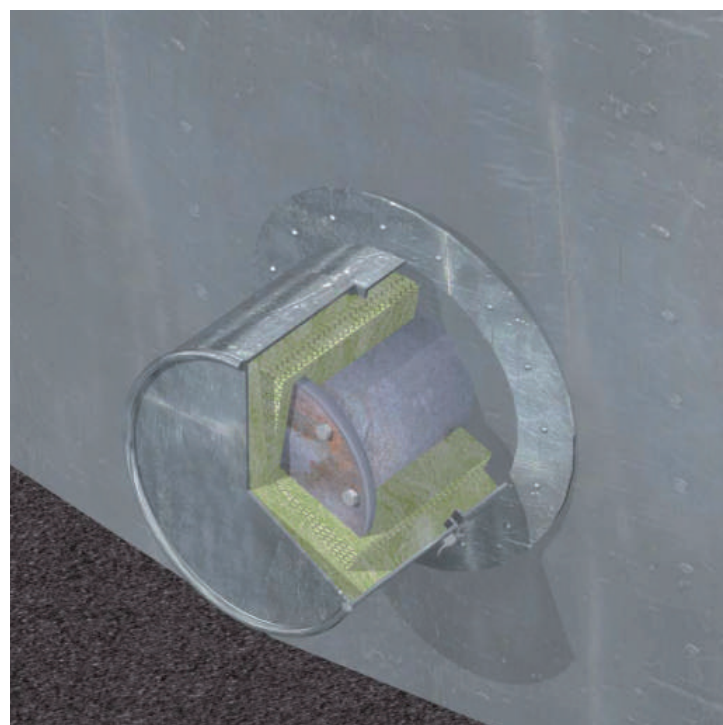

FIGURA 4
12. Si se necesitaran aislar las puertas de inspección, registros, bridas ciegas, etc., se hará del tipo desmontable, por medio de cajas metálicas divididas en dos o más partes, que incorporan el aislamiento en su interior. Estas cajas se fijan con cierres rápidos de presión para facilitar su apertura en operaciones de mantenimiento. (Figura 4)